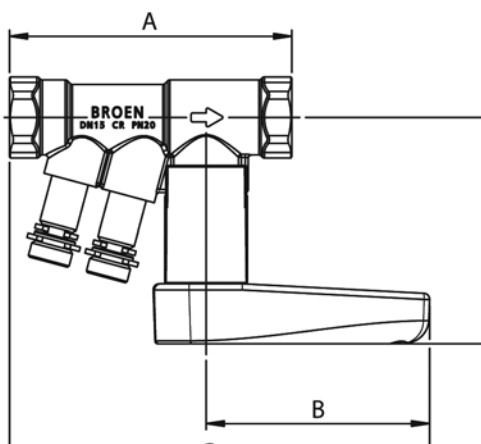

Рис. 16 Клапан БРОЕН Venturi FODRV DN15-050 муфтовый
**Таблица 1.4. Артикулы и установочные размеры для резьбовых клапанов БРОЕН Venturi FODRV DN015-050 (рис.16):**